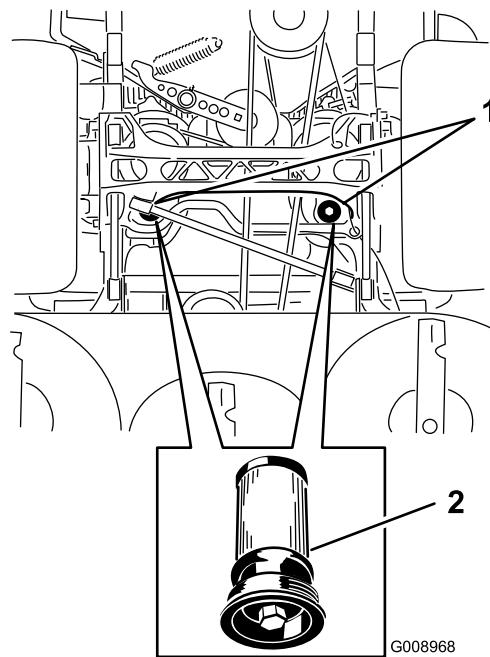

Figura 88
5. Coloque un recipiente debajo del filtro, retire el filtro usado y límpie la superficie (Figura 88).
6. Aplique una capa fina de aceite hidráulico a la junta de goma del filtro nuevo (Figura 88).